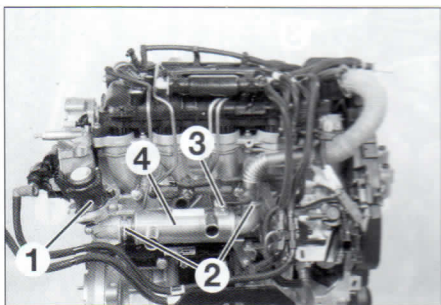
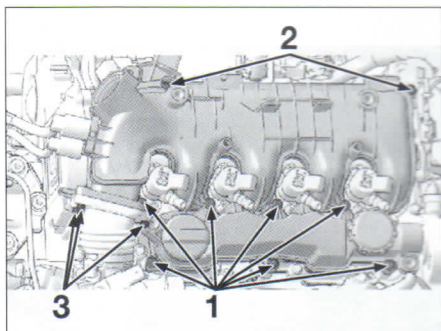
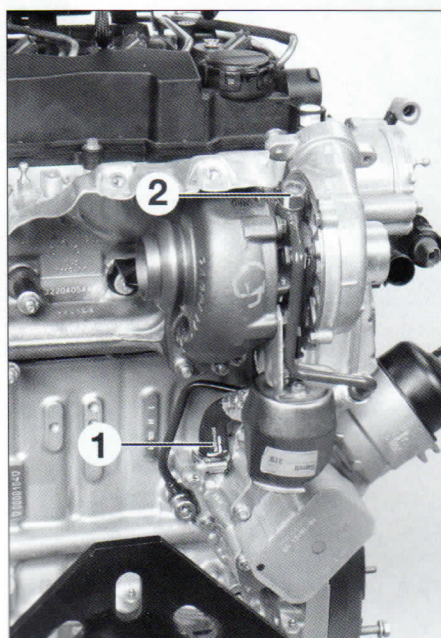

FIG. 36
FIG. 37
FIG. 38
- Desmontar la válvula EGR (1) (fig. 36).
- Desmontar las abrazaderas (2) y la fijación (3) del intercambiador EGR.
- Separar el intercambiador EGR (4).
- las fijaciones (1) de la tapa de culata (fig. 37).
- las fijaciones (2) del colector de admisión.
- las fijaciones (3) de la caja de absorción de resonancia del turbocompresor.
- la tubería de sobrante de aceite del turbocompresor (1) (fig. 38).
- la tubería de engrase del turbocompresor (2).